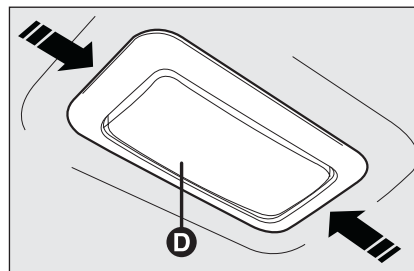
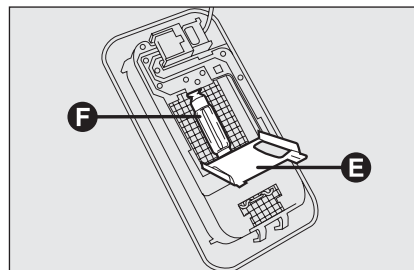

fig. 32
fig. 33
- agire nei punti indicati dalle frecce e rimuovere la plafoniera **D-fig. 32**;
- aprire lo sportellino di protezione **E-fig. 33**;
- sostituire la lampada **F-fig. 33** svincolandola dai contatti laterali accertandosi che la nuova lampada risulti correttamente bloccata tra i contatti stessi;
- chiudere lo sportellino di protezione **E-fig. 33** e reinserire la plafoniera **D-fig. 32** nel proprio alloggiamento accertandosi dell'avvenuto bloccaggio.